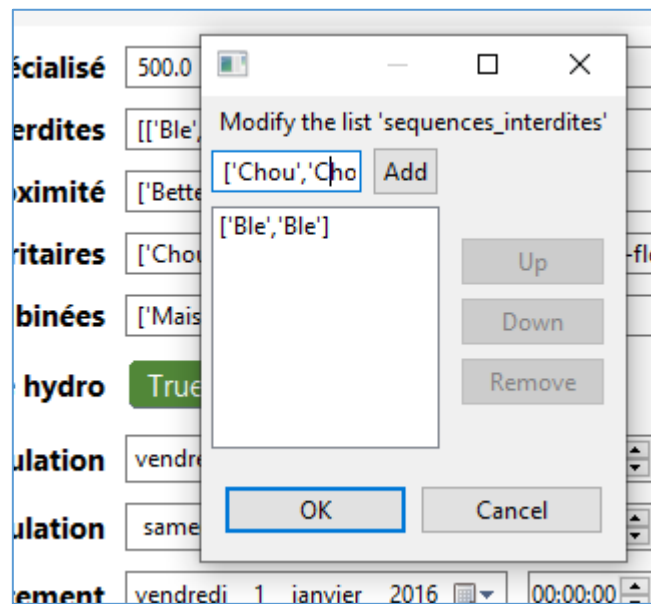

Fig. 20. Modification de liste
- monocultures interdites : pour modifier la liste, passer positionner le pointeur de la souris sur la liste, icône crayon ouvrant une boîte de dialogue représentée fig. 20. Respecter guillemets
et crochets pour la typographie des listes gama : par exemple si on veut ajouter la séquence à interdire ['Chou', 'Chou'], la liste des interdits sera alors : [['Ble', 'Ble'], ['Chou', 'Chou']] (fig. 20).